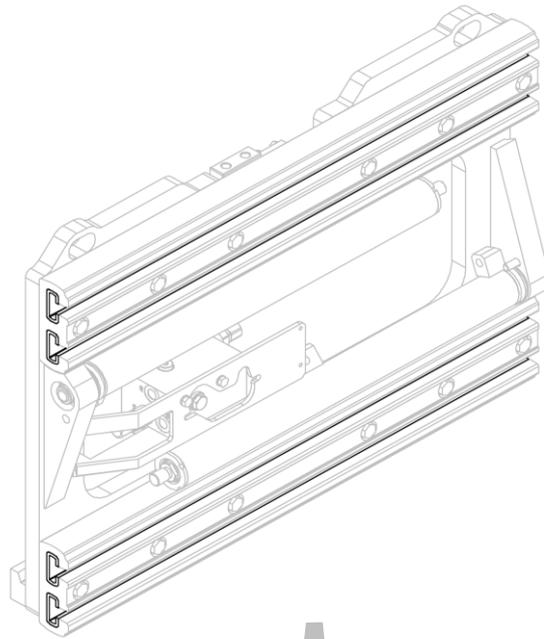
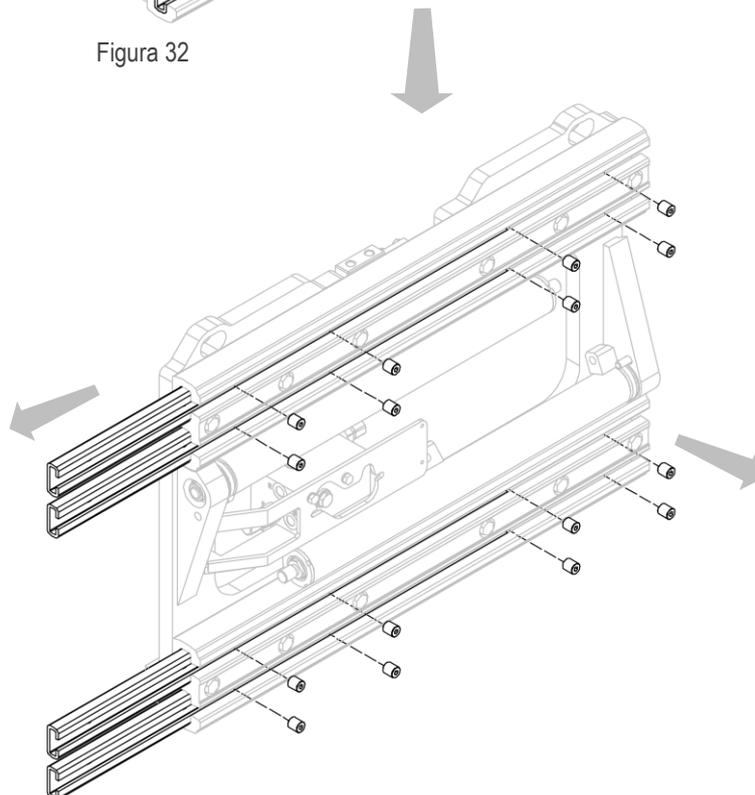

Figura 32
Figura 33
3. Rimuovere le boccole in nylon dopo aver svitato i relativi grani (vedi *Figura 32* e *Figura 33*).